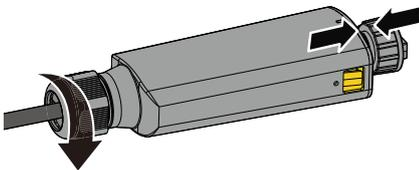

Abb. 47. Kabelverschraubung befestigen
4. Gehäuse über die beiden Entriegelungslaschen verschließen und Kabelverschraubung Pos 4. befestigen [\times W_16/ 2 Nm]. (Abb. 47)